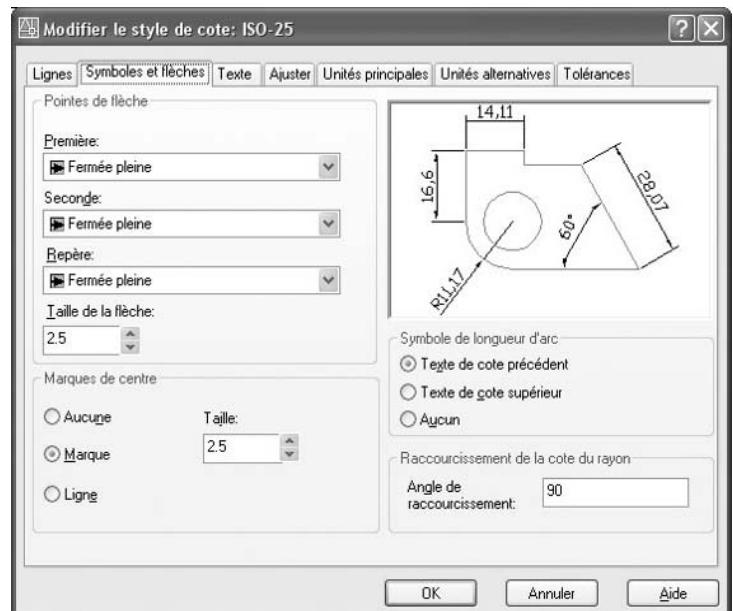

Fig.14.7
- Ouvrir l'onglet Symboles et flèches (Symbols and Arrows) dans la boîte de dialogue **Modifier le style de cote** (Modify Dimension Style) (fig.14.7).